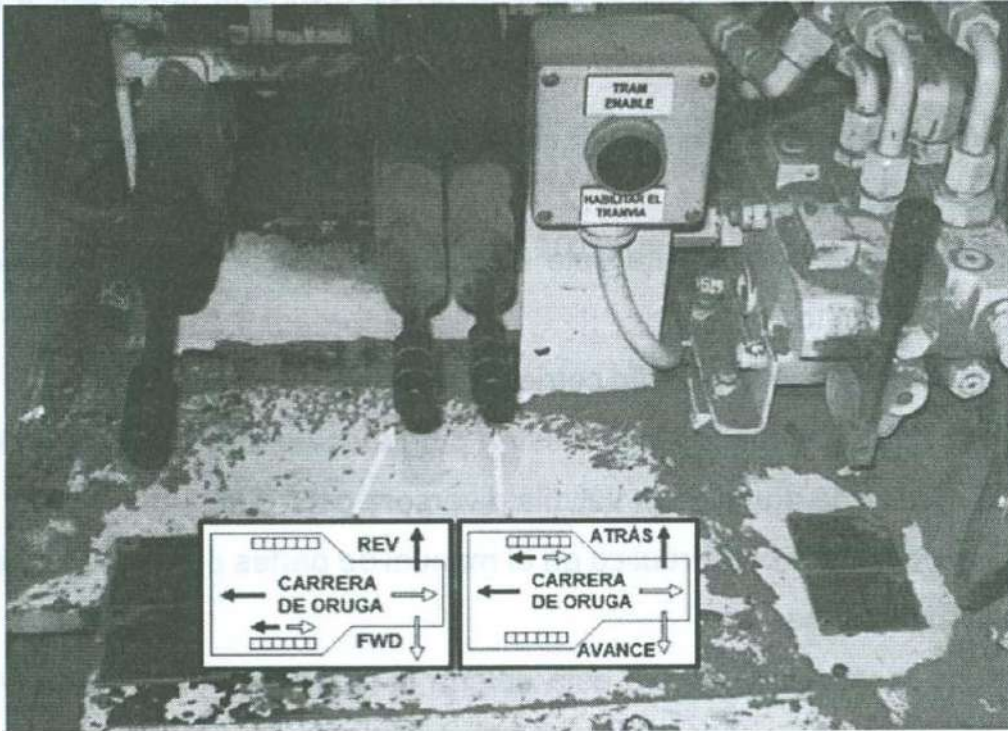

Figura 10. Palancas de tracción de orugas.
5. Las orugas funcionan independientemente, lo cual brinda al operador la capacidad de mover la máquina hacia adelante, en reversa y girarla ya sea a la derecha o a la izquierda. Jale los mangos de las válvulas de control lejos de la máquina para moverla hacia adelante (la máquina se mueve hacia la descarga). Empuje los mangos hacia la máquina para moverla en reversa (la máquina se mueve hacia la alimentación) (Ver figura 10).